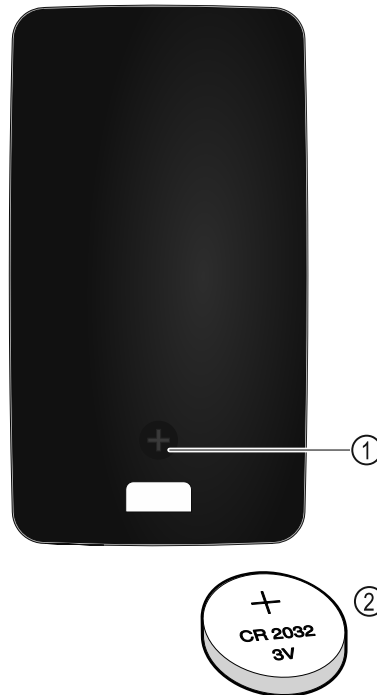

Fig. 141
Электропитание пульта дистанционного управления осуществляется через аккумуляторную батарею типа CR 2032 с 3В Fig. 141 (2), которую можно приобрести в специализированных магазинах.
- ▶ Выкрутите винт Fig. 141 (1) на обратной стороне пульта дистанционного управления.